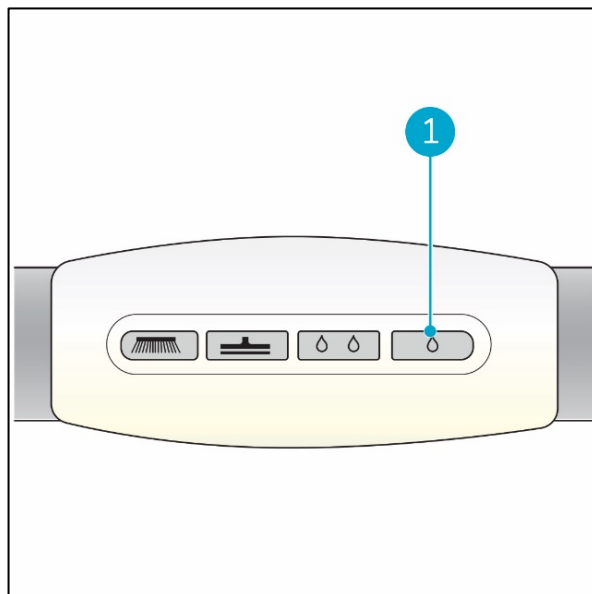

Abbildung 19
1. Schalten Sie den ECO-Modus ein, indem Sie die ECO-Taste drücken (Figure 19, Pos. 1).